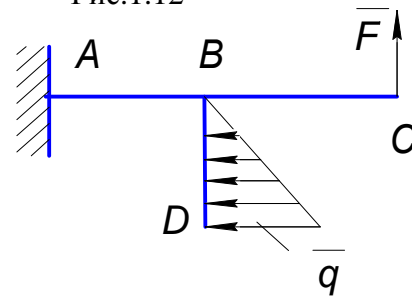

Рис.1.14
1.17. Составьте уравнение суммы моментов всех сил относительно точки С (рис.1.14, 1.15, 1.16)